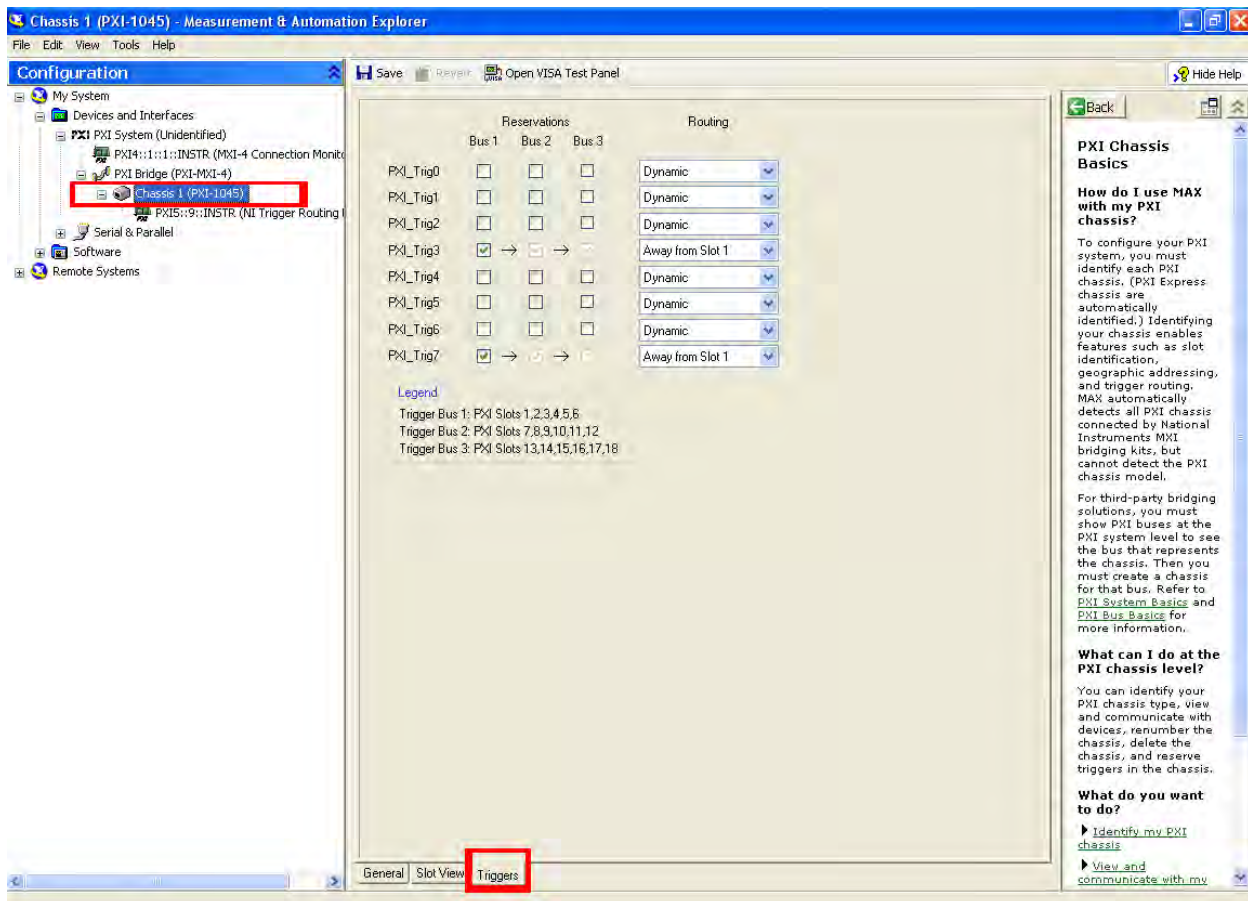

Рис. 13 - Настройка коммутаторов сегментов крейта NI PXI-1045
Крейты у которых количество слотов превышает 8, например, NI PXI-1045, имеют несколько сегментов PXI (PXI Trigger Bus Segment), связанных между собой коммутаторами (PXI Trigger Bus Switches). Разделители сегментов в виде вертикальных линий нанесены на корпус крейта между соответствующими номерами слотов. Для синхронизации функциональных модулей в крейте необходимо настроить коммутаторы таким образом, чтобы сигналы синхронизации (Triggers) передавались от сегмента, в котором установлен управляющий (Master) модуль к сегментам с управляемыми (Slave) модулями. Настройка коммутаторов крейта производится средствами программы, поставляемой производителем крейта, или переключателями (зависит от применяемого крейта). Например, для настройки коммутаторов крейта National Instruments (NI) PXI-1045 необходимо использовать программу Measurement & Automation Explorer (MAX). Пример окна настройки коммутаторов крейта в NI MAX приведен на Рис. 13. Для работы комплекса достаточно настроить коммутацию PXI_Trig3 (сигнал старта и остановки работы модулей) и PXI_Trig7 (тактовый сигнал). Запуск программы и настройка коммутаторов сегментов крейта должны производиться при начальной настройке комплекса и после смены или перестановки управляющего (Master) модуля в другой сегмент крейта.